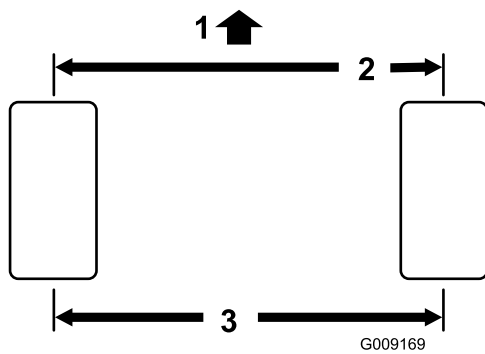

Figura 49
- Mida la distancia entre centros (a la altura del eje) en la parte delantera y trasera de los neumáticos de dirección (Figura 49).